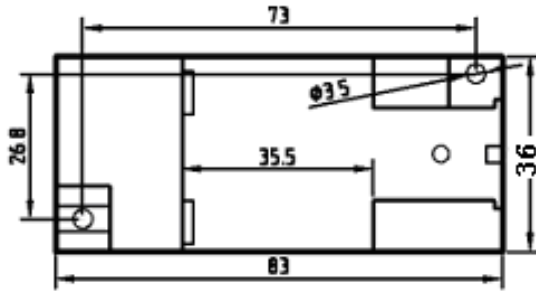

图5 安装尺寸图
如图 5 所示 (单位 mm)。
- ① 把变送器固定卡槽一侧勾在安装导轨上;
- ② 向下牵动弹簧销;
- ③ 使变送器卡口套在安装导轨上;
- ④ 松开弹簧销, 变送器卡在安装导轨上。
- ① 按图 5 中的螺孔位置在固定板上打直径为 4mm 孔;
- ② 使用小于 $\Phi 3.5$ 的螺钉插入孔中固定。